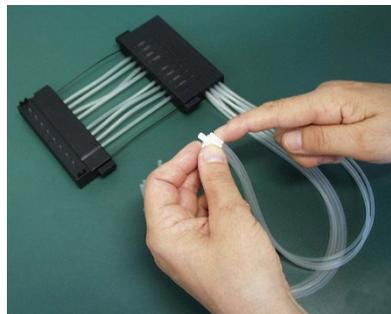

Abbildung 5-55. Einsetzen der Schläuche in das PEEK-Schlauchgewicht
19. Setzen Sie die acht Schläuche spätestens jetzt in das PEEK-Schlauchgewicht ein (Abbildung 5-55). Das neue Schlauchset ist nun erfolgreich eingebaut worden.